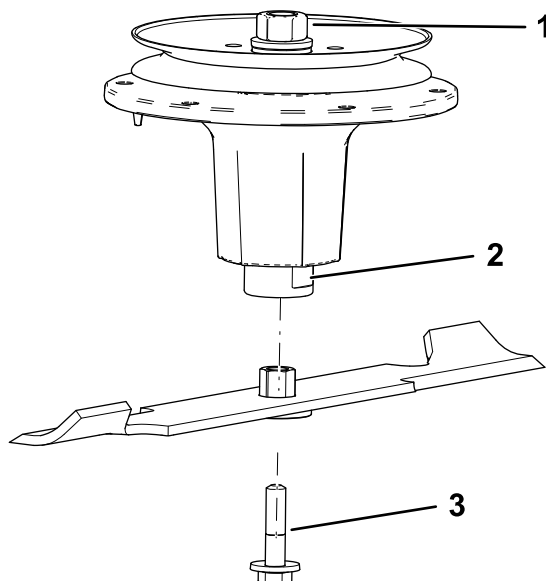

Bild 74
2. Montieren Sie die Buchsen-/Messerbaugruppe auf der Spindelwelle (**Bild 74**).